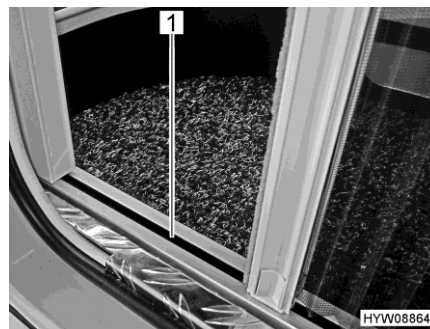

Fig. 33 Protección contra insectos (guía inferior)
- ▷ Agarrar el agarradero con ambas manos para cerrar y abrir. De este modo, se reduce el riesgo de que la protección contra insectos quede agarrotada en las guías (Fig. 33,1).